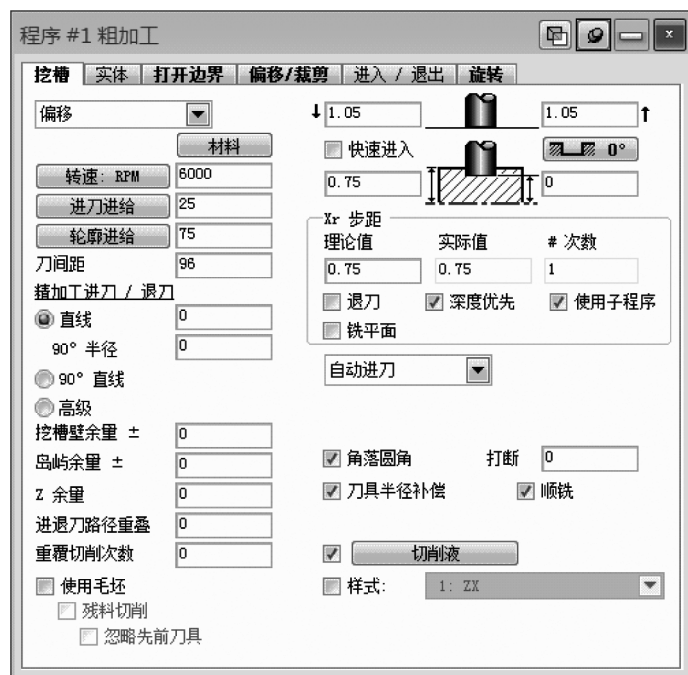

图 2-87 粗加工工艺参数
10) 使用刀具 #10 产生粗加工工艺参数，如图 2-87 所示。